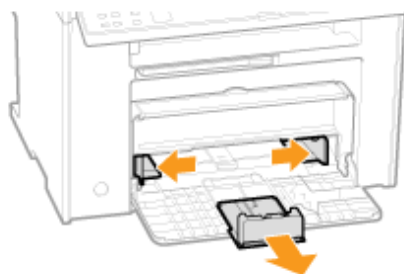

Рис. 2
- 2.2. Растяните направляющие для бумаги немного шире, чем размер бумаги (рис. 2).